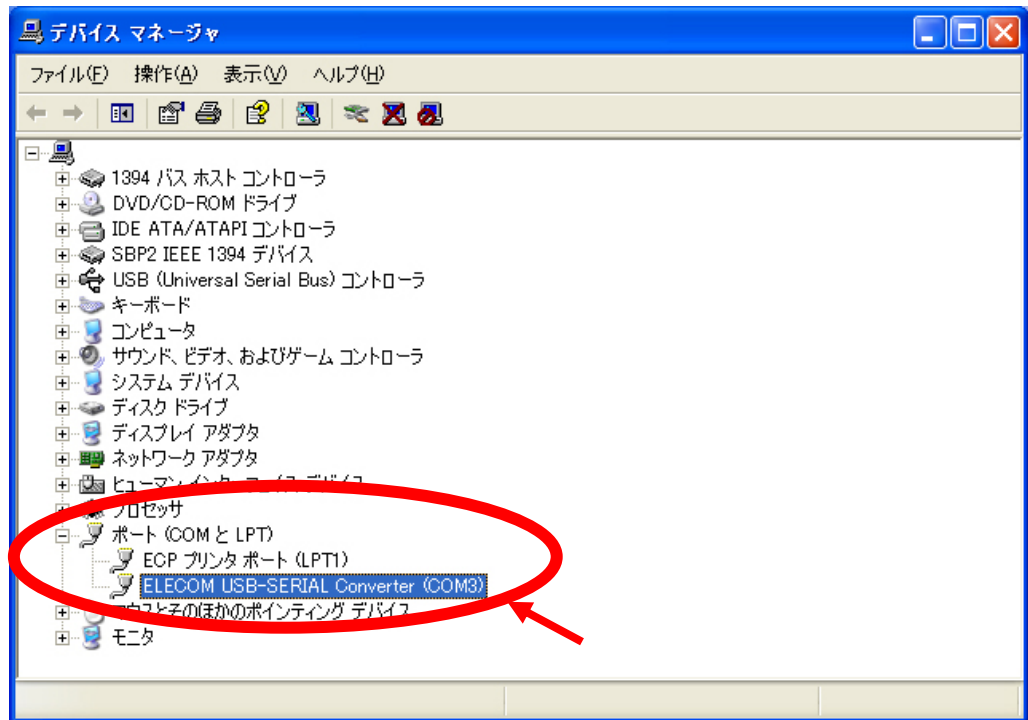

図 2.1-6
- (4) 「ポート(COM と LPT)」の中に「ELECOM USB-SERIAL Converter (COM3)」と表示している場合、COM ポートは 3 番として割り当てられています。(図 2.1-6)